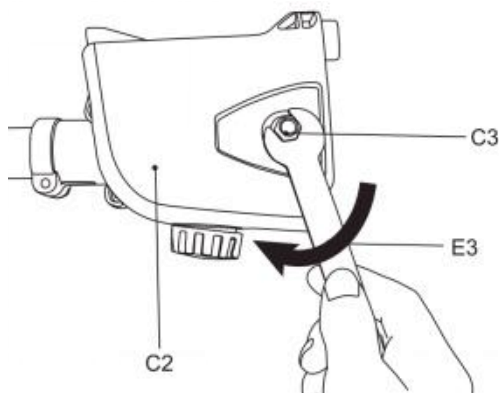

Fig. 12
8) Plaats het deksel terug (C2), monteer de achterkant van het deksel en vervolgens de voorkant, zorg ervoor dat de pin op zijn plaats zit. Draai de resterende moer (C3) iets vast met behulp van de montagesleutel (E3) (Fig. 12). Draai de moeren niet volledig vast, omdat de zaagketting eerst moet worden gespannen.